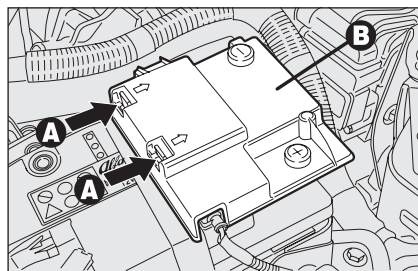

fig. 62
- agire sulle mollette di ritegno **A-fig. 62** e rimuovere il coperchio di protezione **B**;